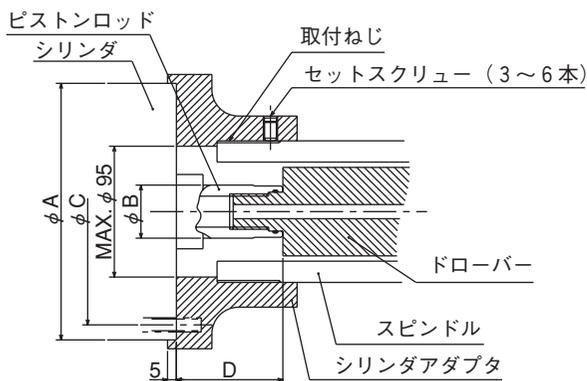

図 11 シリンダアダプタ取付部
- シリンダは旋盤スピンドル支持部にできるだけ接近させてください。シリンダアダプタの取付方法と振れの測定方法を一例として図示します。(図 11、表 11)